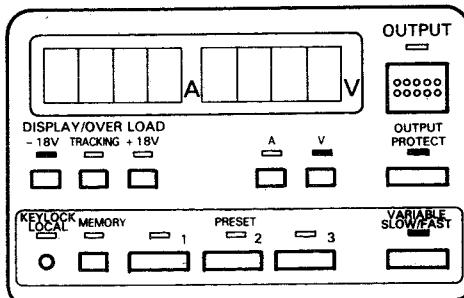

図 8
- 1)図8のようなLEDの点灯および消灯状態にしてください。